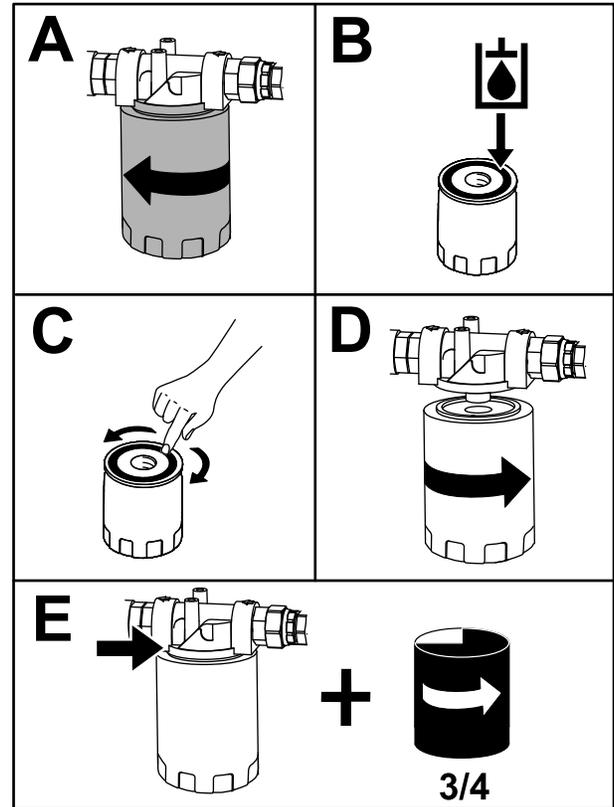

Figure 35
- Placez un bac de vidange sous le filtre et remplacez le filtre (Figure 35).